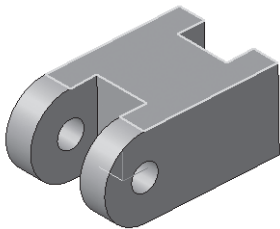

Рис. 217
- выделите верхнюю грань (рис. 217);